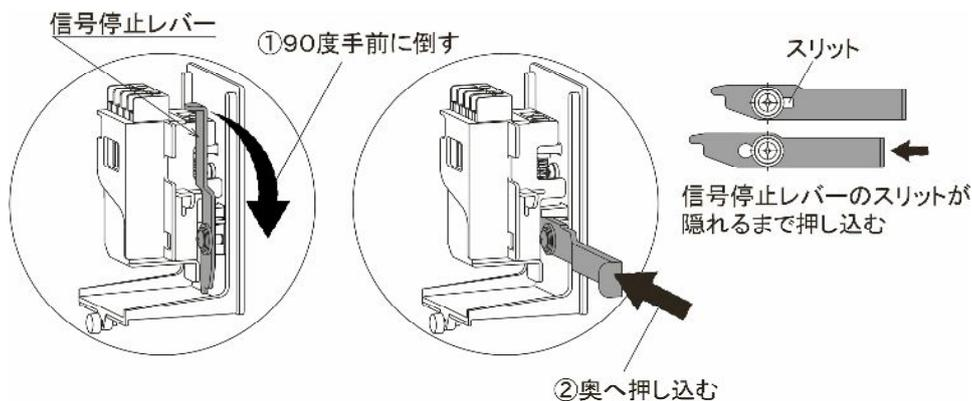

図15
水張り	<p>① 配管内の水は、水道水を使用してください。酸、アルカリ、塩分等を含んだ腐食性のある水は絶対に使用しないでください。本製品だけでなく、設備全体に悪影響を及ぼします。</p> <p>② 排水弁を操作する際は、手で行ってください。また、ハンドルを過大な力で操作したり、全閉位置から更に閉止方向へ回すような操作はしないでください。</p> <p>③ 配管の耐圧検査の際、やむを得ず本製品側から加圧するときは、二次側圧力計取出し口を利用し、アングル弁(圧力計の元弁)の開閉状態は全開にて、徐々に加圧してください。排水弁からの加圧は、止水部であるテフロンシートに傷が付くことがあるため避けてください。</p> <p>④ 本製品の耐圧試験圧力は2.0MPaのため、施工や改修工事で設備の耐圧試験を行う際、これを超えないように注意してください。これを超えた場合には、本製品が破損する恐れがあります。</p> <p>⑤ 施工や改修工事で本製品の二次側配管を真空引き等する際、-0.08MPaを超える負圧をかけないでください。これを超えた場合には、本製品が破損する恐れがあります。また、圧力計の元弁(アングル弁)等を閉止してから行ってください。</p> <p>⑥ 水張りの際、受信機等に信号を出したくない場合には、信号停止レバーを操作してください。操作方法については、13ページ図15をご参照ください。</p>
なお、ディスクの状態によっては、信号確認レバーを押し下げても信号が出力されない場合があります。その際は、「作動信号の停止方法」にある下図15に示すように信号停止レバーを操作してから、信号確認レバーを押し下げてください。
信号停止レバーを90度手前に倒してから、奥へ押し込む。(13ページ図15参照)